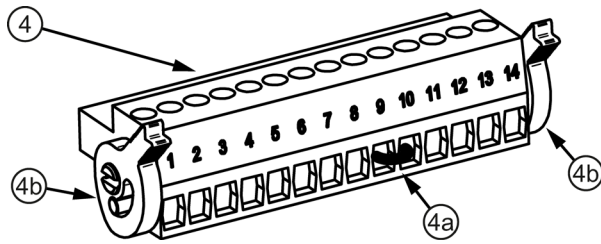

Bild 2-4 Signalstecker
Die Brücke (4a) (siehe Bild 2-4 Signalstecker (Seite 16)) zwischen Pin 9 und 10 ist notwendig um das Gerät im Pufferbetrieb zu betreiben.
Mittels Drahtbrücke auf dem Signalstecker ④ zwischen Pin 9 und Pin 10 (siehe Bild 2-4 Signalstecker (Seite 16)) wird der Pufferbetrieb ermöglicht/verhindert.